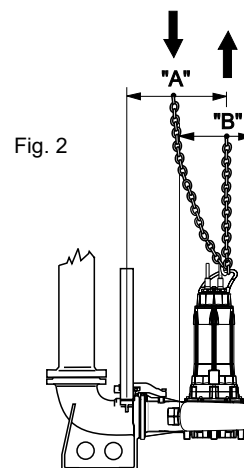

Fig. 2
1.5. - Volendo estrarre l'elettropompa dalla propria sede occorre innanzitutto disconnettere i cavi elettrici dal quadro di comando ed operare il sollevamento come indicato a pag. 10 (Fig.2). Lavare con getto d'acqua pulita esternamente ed internamente l'elettropompa da ogni possibile residuo del liquido pompato avendo cura di usare occhiali antinfortunistici, guanti in gomma, mascherina e grembiule impermeabile.